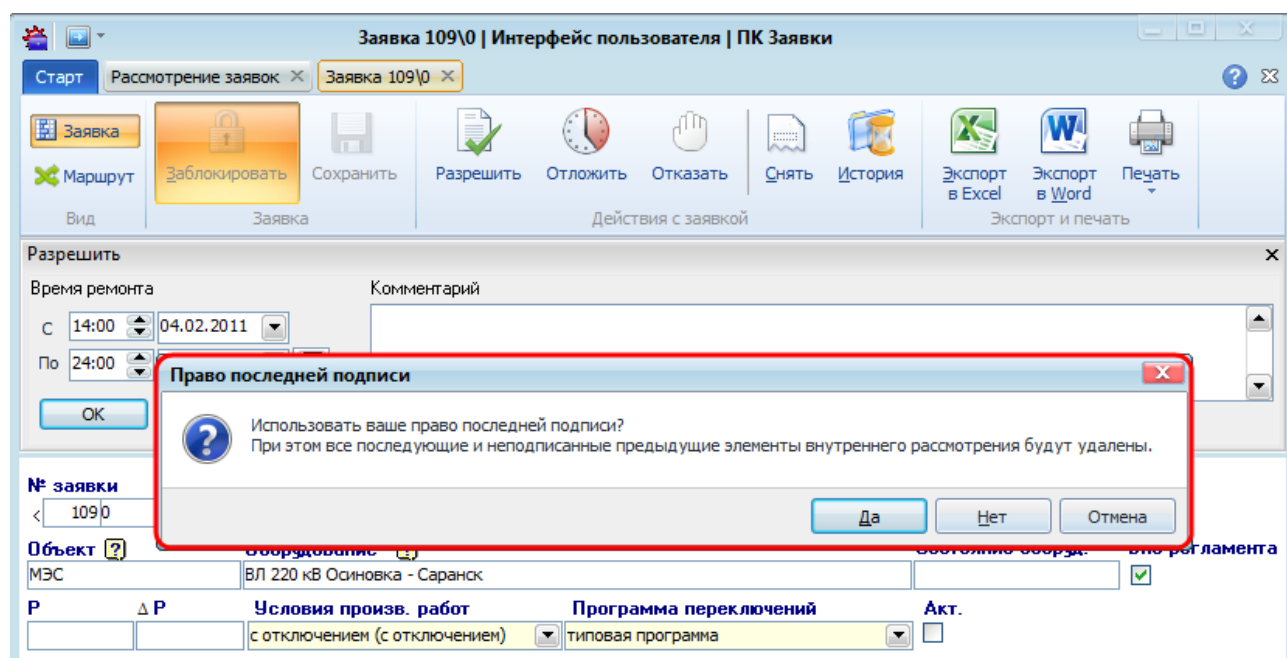

Рисунок 12.39 – Использование ППП
- Если пользователь принимает решение по заявке, то вне зависимости от установленного флага передачи последней подписи, ему будет задан вопрос о необходимости воспользоваться правом последней подписи (Рисунок 12.39). При утвердительном ответе в элементе маршрута появится его «последняя» подпись с соответствующим графическим изображением, а все следующие неподписанные элементы внутреннего маршрута будут удалены.